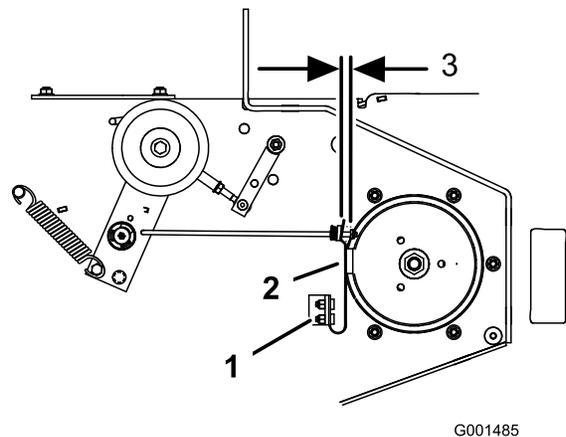

Bild 19
3. Falls erforderlich, stellen Sie die Befestigungsschrauben der Feder so ein, dass der Bremsbelag der Messerbremse an beiden Seiten der Riemenscheibennut reibt (**Bild 19**).
4. Stellen Sie die Mutter am Ende der Messerbremsstange so ein, dass zwischen der Mutter und dem Distanzstück ein Abstand von 3 bis 5 mm aufweist (**Bild 19**).